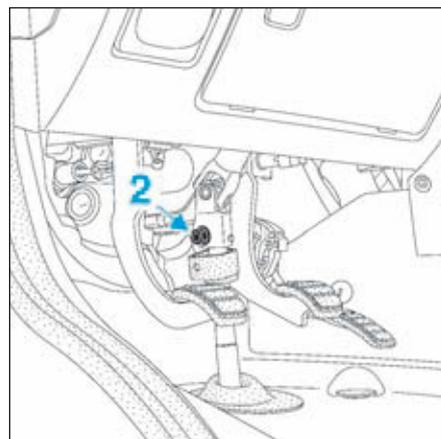

FIG.4
- Déposer la vis de chape rabattable (2) (Fig.4).
- Déposer la vis (2) de chape rabattable sur l'arbre intermédiaire (Fig.4).
- la vis de chape rabattable (Fig.4),